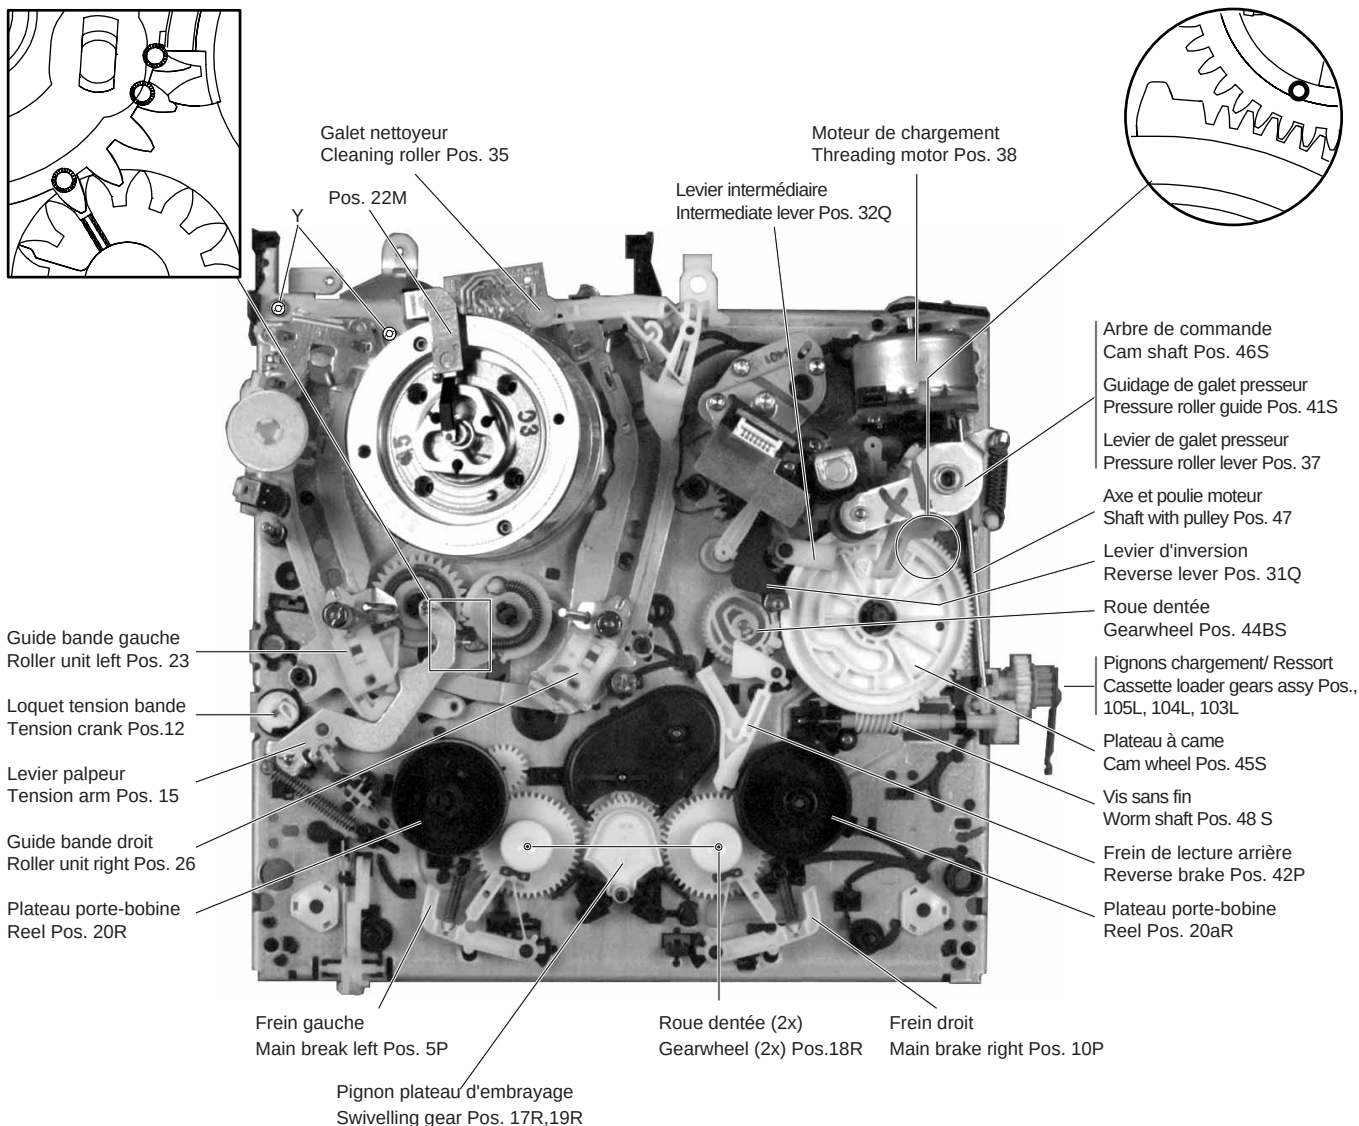

Fig. 4
Ci-après sont représentées en détail les pièces marquées et positionnées pour le montage des parties supérieures et inférieures (Fig. 4, Fig. 5).
The following diagrams show in detail the marked components and their correctly aligned position on the top and bottom side (Fig. 4, Fig. 5).
- Dévisser les 2 vis Y (Fig. 4), puis retirer l'équerre de fixation (Pos. 22M, Fig. 4) et le tambour de têtes.
- Undo 2 screws Y (Fig. 4), remove the bracket (Pos. 22M, Fig. 4) and the head amplifier.